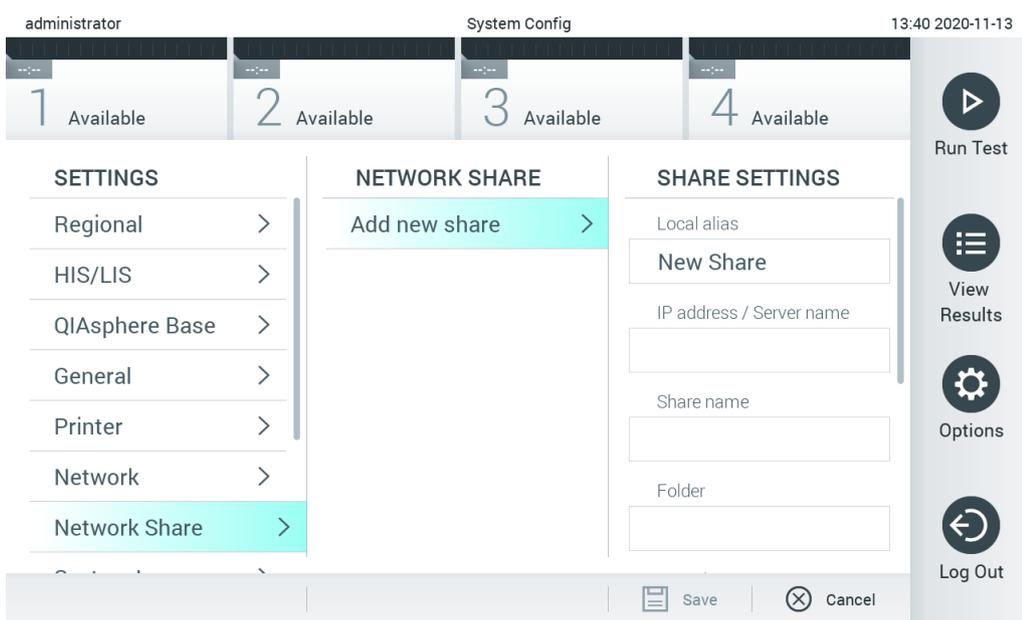

Figura 76. Adición de un recurso compartido de red.
3. Pulse el botón Add new share (Añadir nuevo recurso compartido; figura 76).